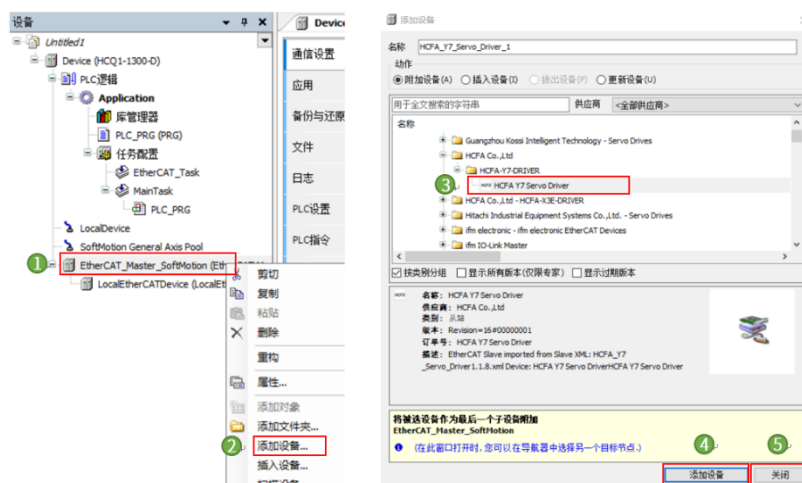

图 13-9 添加 Y7 伺服轴
3. 右击【EtherCAT_Master_SoftMotionm】，选择【添加设备】。在弹出的页面中选择【HCFA Y7 Servo Driver】，点击【添加设备】，添加完成后点击【关闭】，如图 13-9 所示。若无【HCFA Y7 Servo Driver】请添加对应 XML。